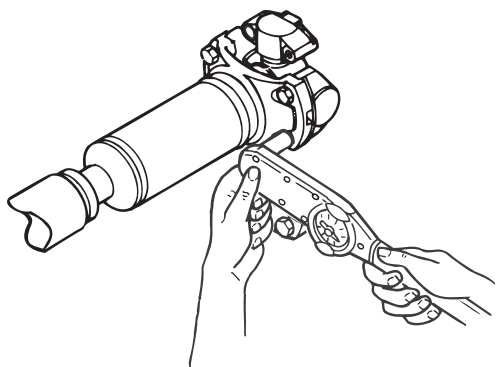

Figura 6.2
2. Instale nuevos tornillos y arandelas de seguridad. Figura 6.2. Consulte la tabla C.
4. Use un torquímetro para apretar alternadamente los tornillos con las especificaciones correctas. Figura 6.2. Consulte la tabla C
5. Use un torquímetro para apretar alternadamente los tornillos con las especificaciones de par de apriete para línea de transmisión Meritor. Consulte Tabla C y Figura 6.2. **T**